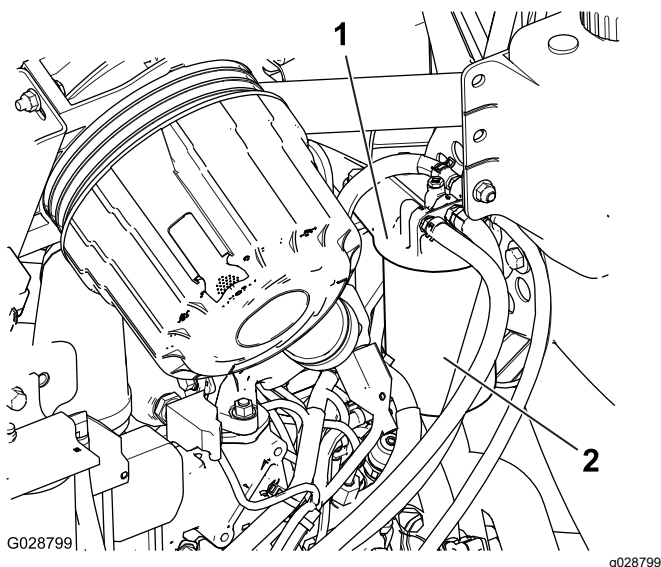

図 64
1. 燃料フィルタのヘッドの周囲をきれいに拭く 図 64。
2. フィルタを外してフィルタヘッドの取り付け部をきれいに拭く 図 64。